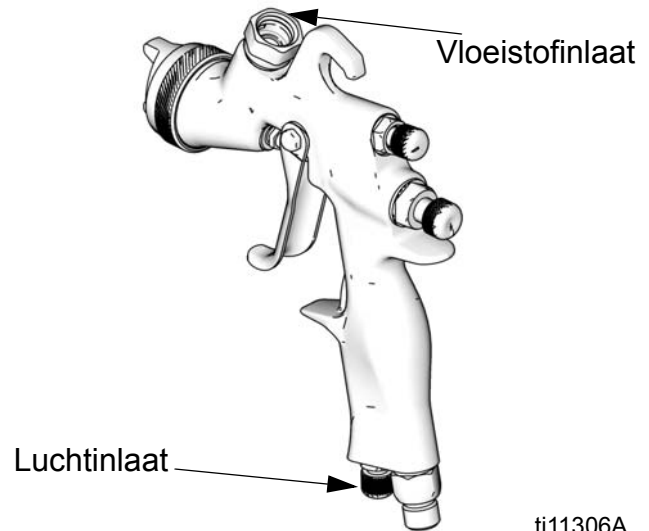

FIG. 1
4. Sluit schone, droge, gefilterde perslucht aan op de luchtinlaat van het pistool. Zie FIG. 1.